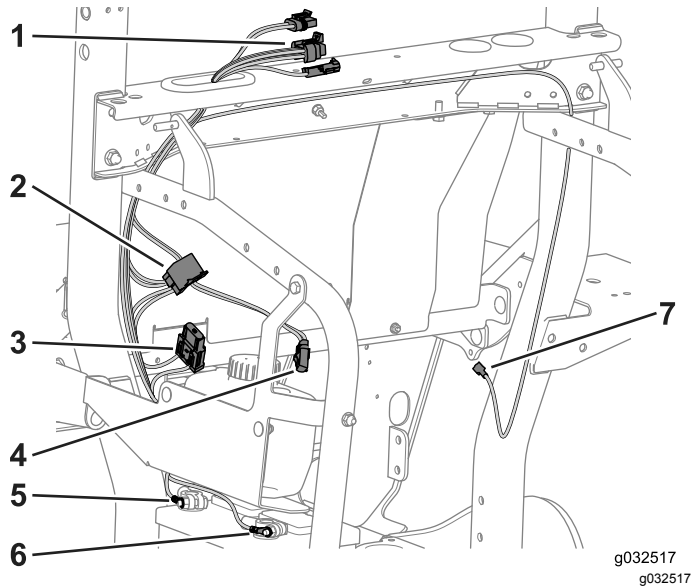

Bild 38
1. Verlegen Sie die drei Kabinenanschlüsse durch die Scheibe (**Bild 38**).
2. Verlegen Sie das Hilfsstromkabel über der Rahmenstütze und nach unten entlang des Überrollschutzrohrs zu den Bedienelementen (**Bild 38**).
1. Verlegen Sie die roten und schwarzen Kabel (3,57 mm) entlang des Überrollschutzrohrs an der linken Seite des Rahmens und zur Batterie (Bild 38).